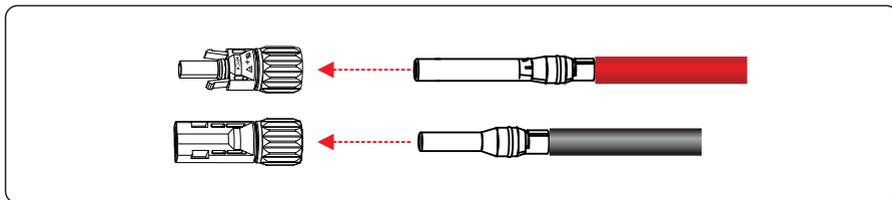

Figura 5.10 Conectando conectores positivos e negativos
Passo 3 Insira os cabos de alimentação positivos e negativos crimpados nos conectores positivos e negativos correspondentes até ouvir um som de "clique", conforme mostrado na Figura 5.10.